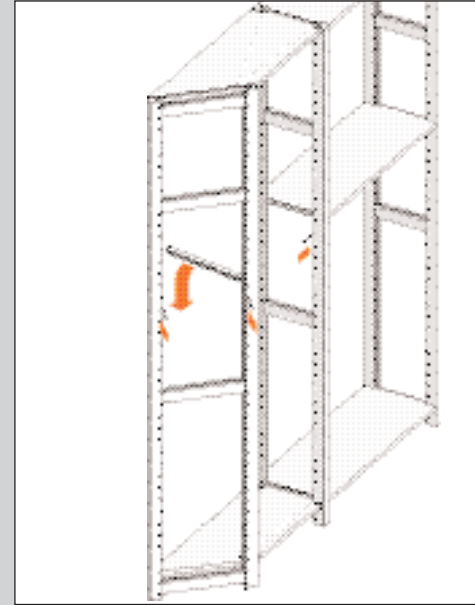

ABBILDUNG 34
3. Legen Sie die Bodenhalterung auf die Tragstiftung (siehe Abb. 34).